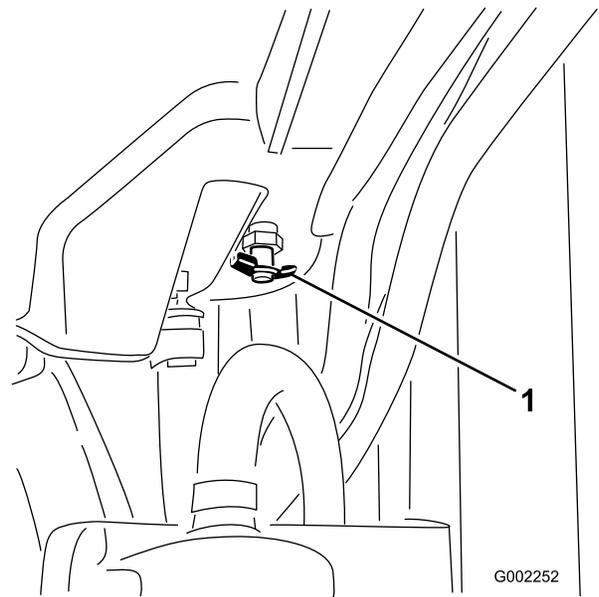

Bild 56
4. Öffnen Sie den Ablass (Bild 56) und lassen Sie das Kühlmittel in die Wanne ablaufen.